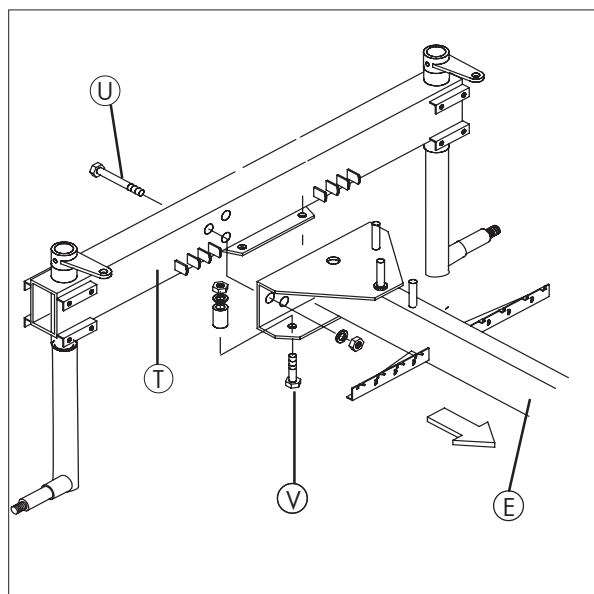

Bild 3-3
Für die Montage siehe Kap. 3.4 und Bild 3-3.
Den Längsträger (E) und den Fahrgestellrahmen (T) mit Hilfe der M16-Schrauben (U) verbinden (Bild 3-3). Verwenden Sie hierfür den Inhalt des Beutels I.